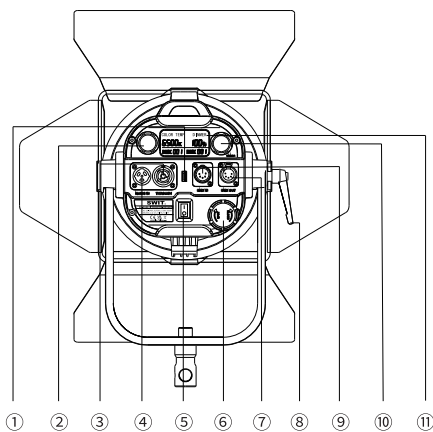

图3 FL-C100D后视图
本品色温参数调控范围:2700K-6500K, 最小调控步进50K;亮度参数调控范围:0%-100%, 最小调控步进1%。灯具参数调控支持本机调控及DMX调控两种调控方式, 用户可根据使用需求, 通过DMX灯控台或参数调节旋钮(图3 ②/⑩)调控灯具的色温、亮度参数。
长按参数调节旋钮(图3 ②/⑩)约2s即可根据使用需求进行通信地址设置。LCD数码管字段闪烁表示当前位被选定, 旋转参数调节旋钮(图3 ②/⑩)设置当前位, 按压参数调节旋钮(图3 ②/⑩)确定当前位的设置并进入下一位的设置, 当完成最后一位的设置时, 按压参数调节旋钮(图3 ②/⑩)或等待约5s, 退出通信地址的设置。